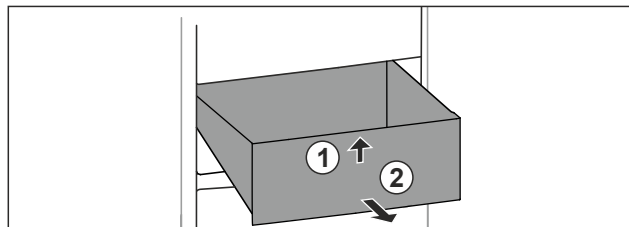

Fig. 56
- ▶ Nadvihnite zásuvku vpred. Fig. 56 (1)
- ▶ Odoberte zásuvku dopredu. Fig. 56 (2)